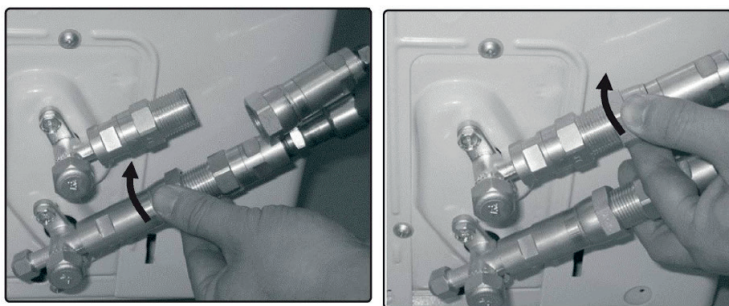

Fig. 6.3
3. Richten Sie die Kältemittelleitungen so auf die Ventile aus, dass sie nicht unter Zugspannung stehen. Setzen Sie die Schraubverbindung auf der Kältemittelleitung nur auf das Gewinde am Außengerät und ziehen Sie die ersten Umdrehungen per Hand fest (Abb. 6.3).